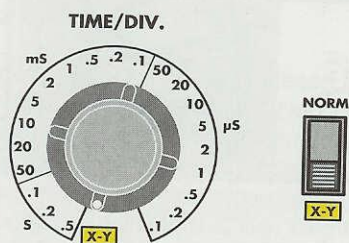

Fig.10 Se nel vostro oscilloscopio non è presente un deviatore Norm. - X-Y, dovrete ruotare la manopola del Time/Div. sulla posizione indicata X-Y.
- Se nel vostro oscilloscopio è presente un pulsante o un deviatore **X-Y** (vedi fig.10) premetelo; in caso contrario, dovrete ruotare la manopola **Time/Div** in corrispondenza della posizione contrassegnata dalla scritta **X-Y**.